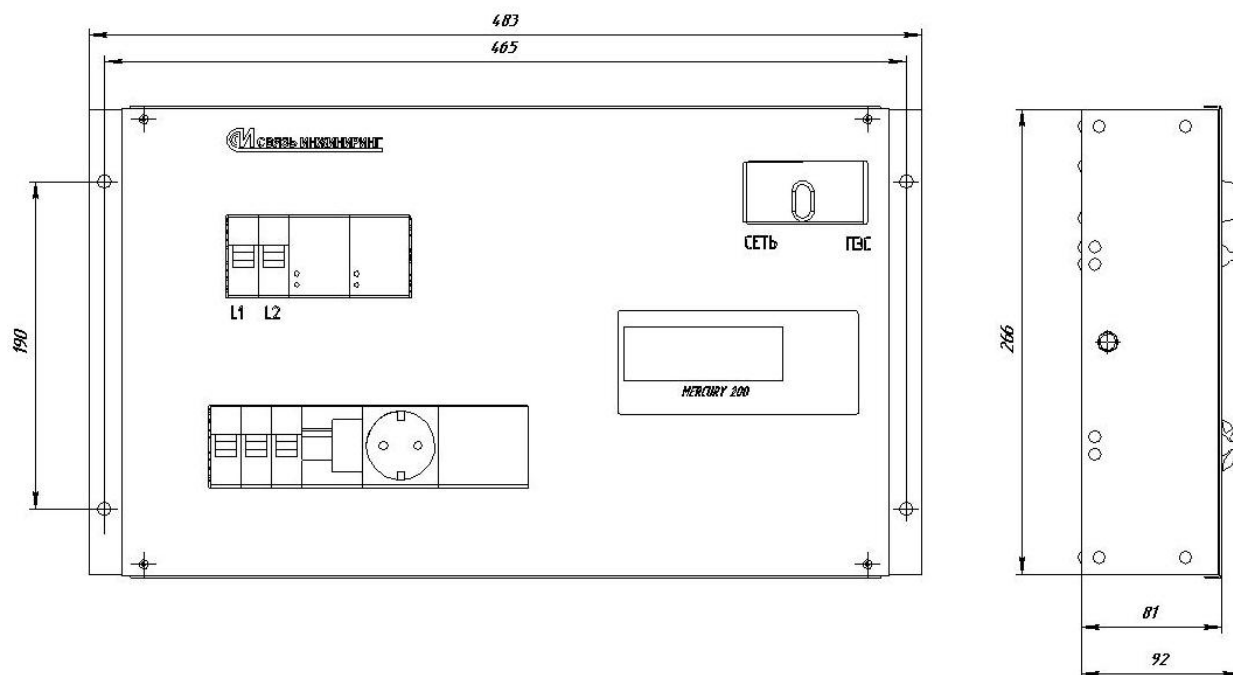

Рис. 1.
2.5 Габаритно-присоединительные размеры щита указаны на рис. 1.
Крепёжные винты пропускаются через отверстия в углах несущей конструкции щита (см.рис.1).